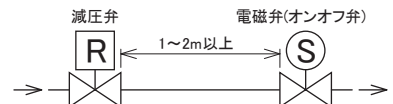

図1.電磁弁(オンオフ弁)を設置する場合
減圧弁の主な構成部品は、圧力を設定する調節ねじと調節ばね、二次側圧力を検出するダイヤフラム、絞り部である弁体、弁座です。また、ダイヤフラムと弁体は連結されています(図1)。
- 二次側に電磁弁(オンオフ弁)を設置する場合、減圧弁との距離を1~2m以上離してください(図1)。また、二段減圧する場合、減圧弁の間隔も1~2m以上離してください(図2)。
5. キャップを取り外し、調節ロックナットを緩めます(図1)。